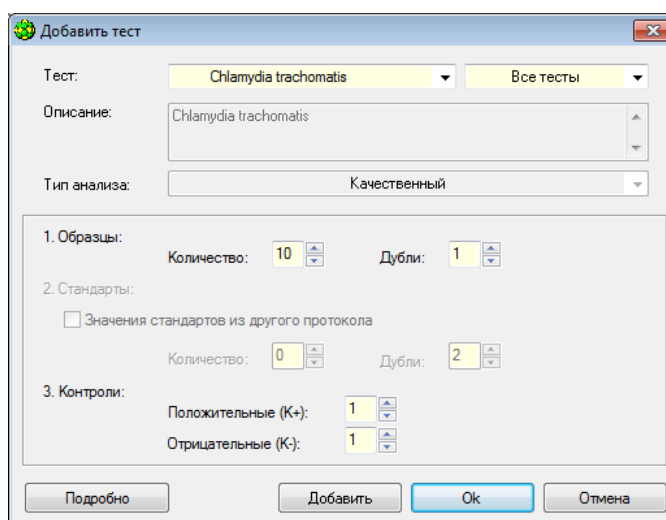

Рис.47 Окно «Добавить тест»
3. Нажать на кнопку **Добавить тест**  вкладки **Протокол**. Откроется окно «Добавить тест» (Рис.47).